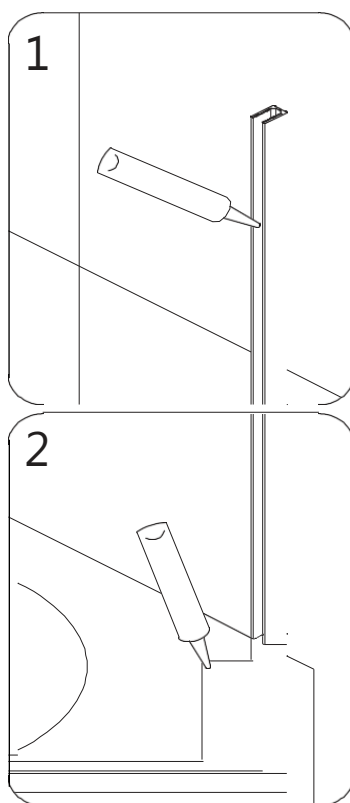

Fig. 12
10. Appliquez du silicone résistant à l'eau dans les deux profilés en U (**Fig. 12**)